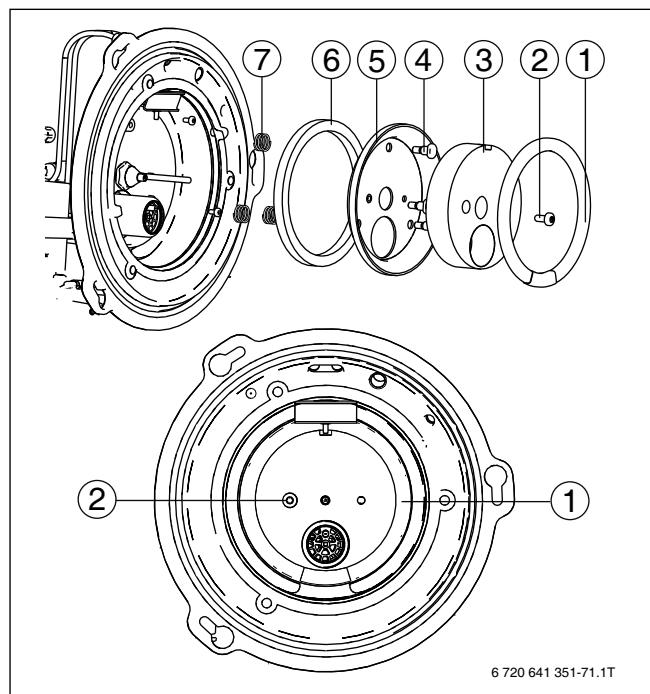

Bild 83 Übersicht Dichtungen
- Wärmetauscherdichtung (→ Bild 83, [1], Seite 47) abnehmen und wenn erforderlich durch ein Original-Ersatzteil ersetzen.
- Schraube (→ Bild 83, [2], Seite 47) lösen.
- Wärmetauscherisolierung (→ Bild 83, [3], Seite 47) und die Wärmetauscherdichtung (→ Bild 83, [1], Seite 47) entnehmen.
Ein leichter schwarzer Belag auf der Isolierung (→ Bild 83, [3], Seite 47) beeinträchtigt nicht die Funktion.
- Bolzen (→ Bild 83, [4], Seite 47) demontieren.
- Deckel des Wärmetauschers (→ Bild 83, [5], Seite 47) mit der Mischraumdichtung (→ Bild 83, [6], Seite 47) und den Druckfedern (→ Bild 83, [7], Seite 47) abnehmen.